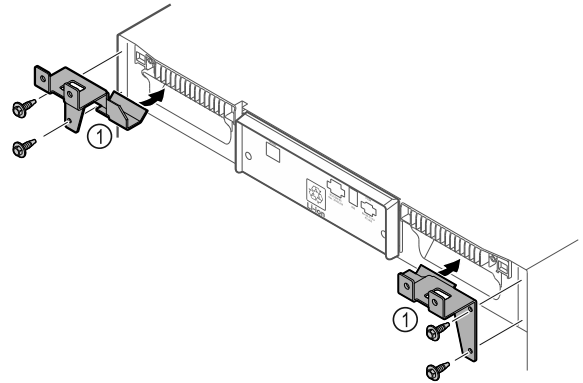

Fig. 11
- ▶ Τοποθετήστε τα στηρίγματα Fig. 11 (1) με τις αυτοδιάτρητες βίδες στη συσκευή.